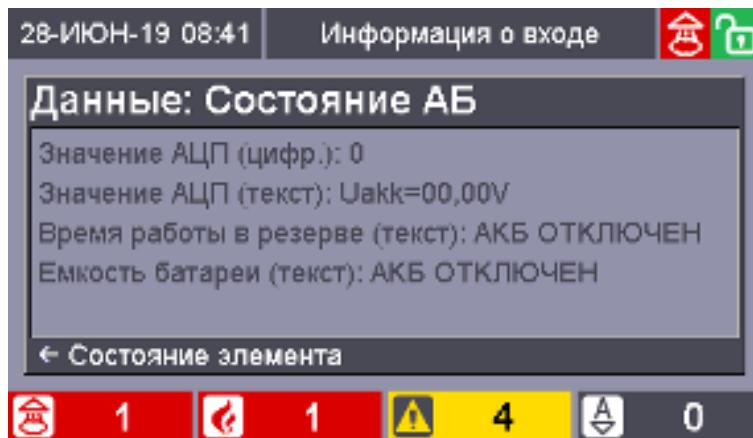

Рисунок 15. Экран режима отображения измеряемых элементом величин
- измеряемые величины приборов, входов и выходов (см. рисунок 15).